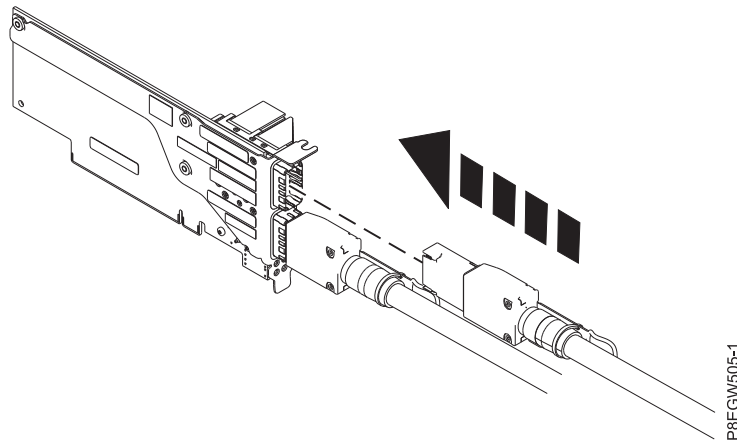

Figura 6. Sustitución del cable del cajón de expansión en el adaptador de cable PCIe3 del sistema host
5. Conecte el cable del cajón de expansión de sustitución enchufando el cable en el puerto del adaptador de cable PCIe3 en el sistema host, tal como se muestra en la Figura 6 en la página 6.
7. Conecte el cable del cajón de expansión (A) enchufando el conector del cable en el puerto del módulo de E/S en el cajón de expansión PCIe3 EMX0, tal como se muestra en la Figura 6.